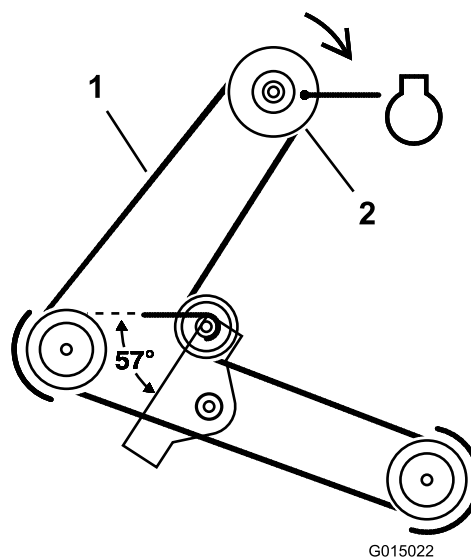

Figura 35
5. Retire la correa del cortacésped de la polea del embrague eléctrico (Figura 35).
- 5. Instale la correa del cortacésped en la polea del embrague eléctrico (Figura 35).